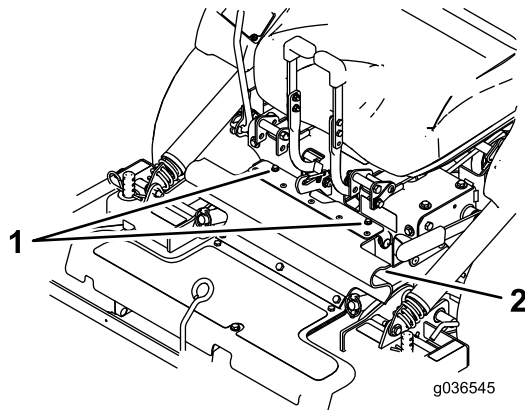

Figura 10
3. Desaperte os parafusos na proteção de borracha (Figura 10).